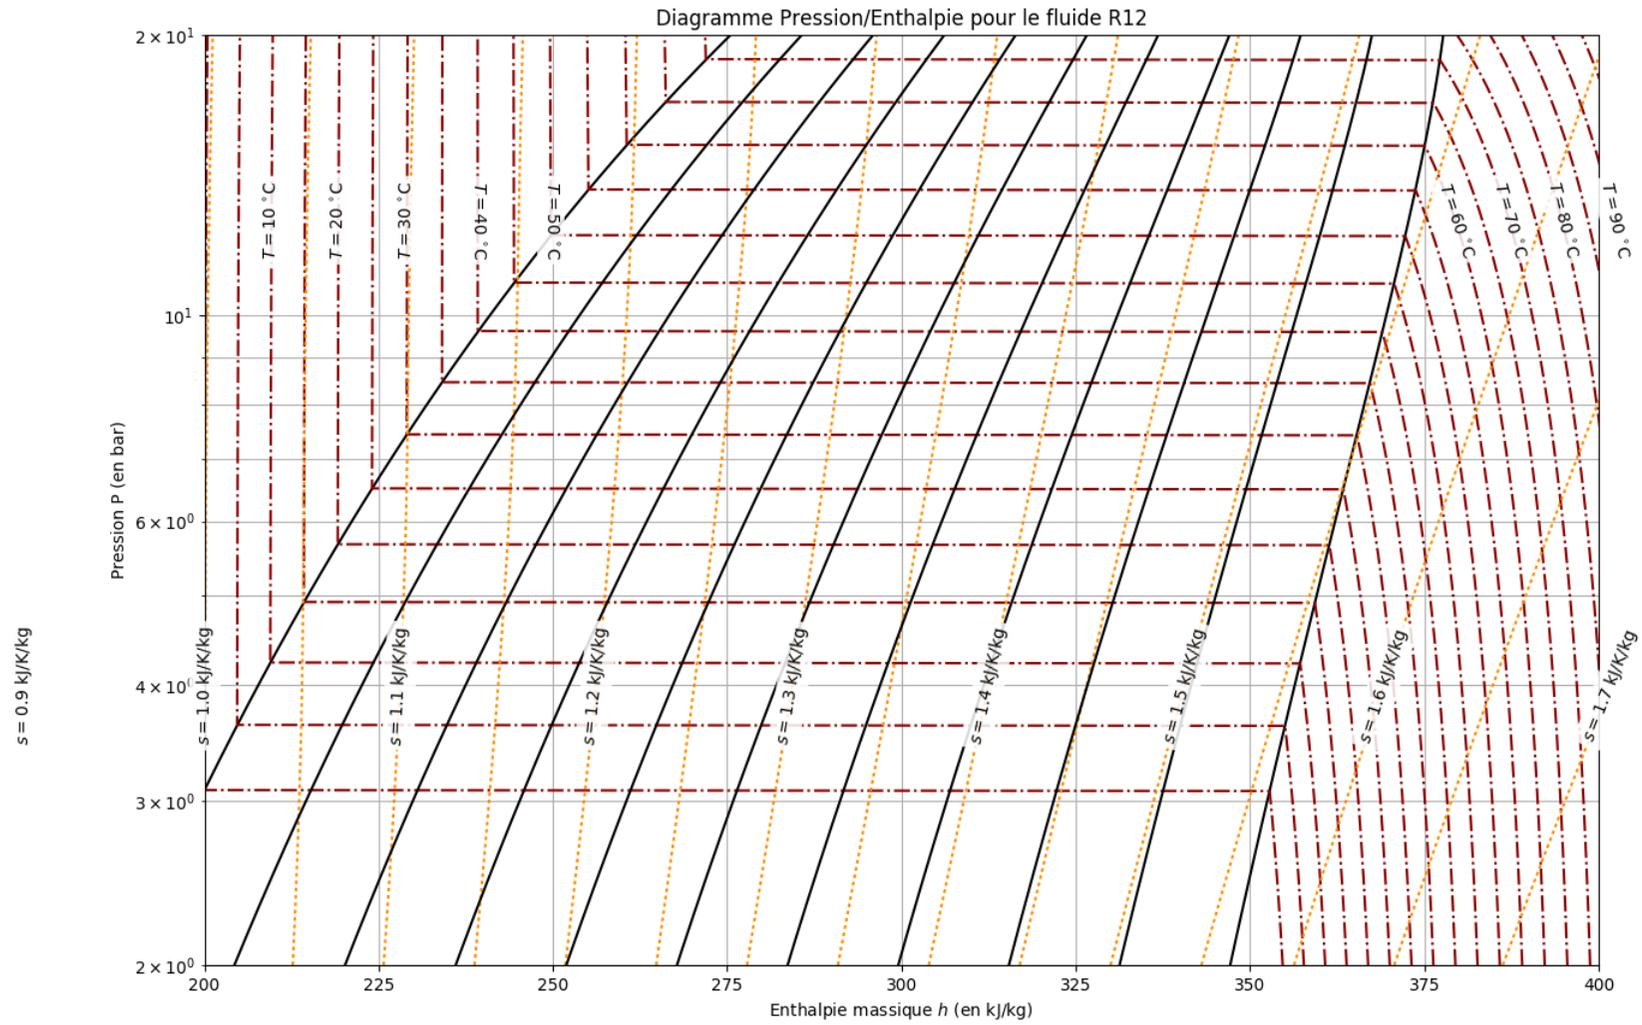

Fig. 2 : Diagramme  $P, h$  du fréon (R12)
- Définir et déterminer l'efficacité  $e$  de la pompe à chaleur ; on lira les valeurs sur la figure 2.